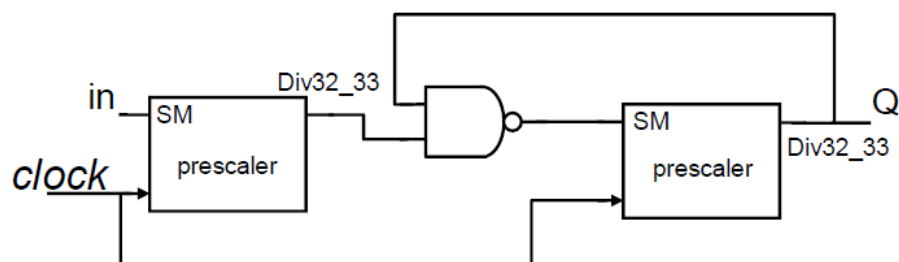

Figura 4: Circuito utilizando o *prescaler*.
7. Considere o circuito da **Figura 4** (não tem função alguma, servindo apenas para ilustração). Desenhe o esquemático desse circuito utilizando a célula *NAND23* e o *prescaler* anterior (faça as devidas checagens).